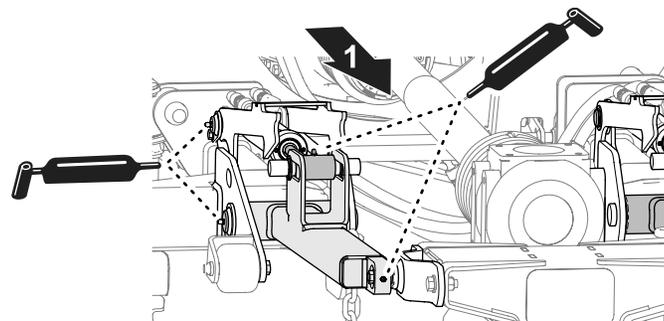

図 53
- 中央刈り込みデッキの、昇降アーム、油圧シリンダ、ラッチ、インパクトストラットに所定のグリスを注入する 図 53。
各デッキにある 7ヶ所のグリスフィッティングに所定のグリスを注入する 図 53。